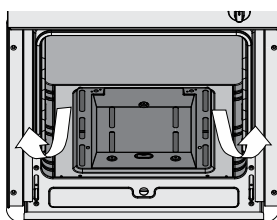

Figura 15
2. En el caso que necesite removerlo para su limpieza, verifique que el mismo se encuentre frío. Remuévalo tomando esta pieza hacia arriba y hacia afuera (Ver figura 15).